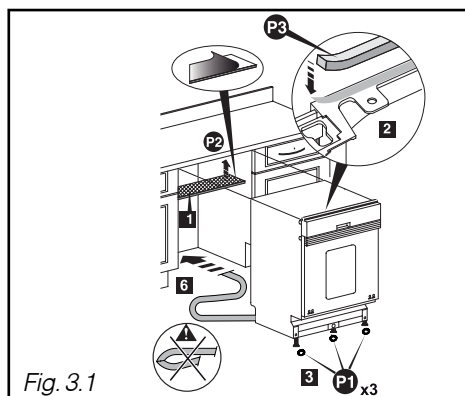

Fig. 3.1
- Collez l'anti-buée P2 (Fig. 3.1)
- Collez la mousse d'encastrement P3 (Fig. 3.1)
- Clippez les trois coupelles P1 sous les patins pour faciliter le glissement du lave-vaisselle (Fig. 3.1).